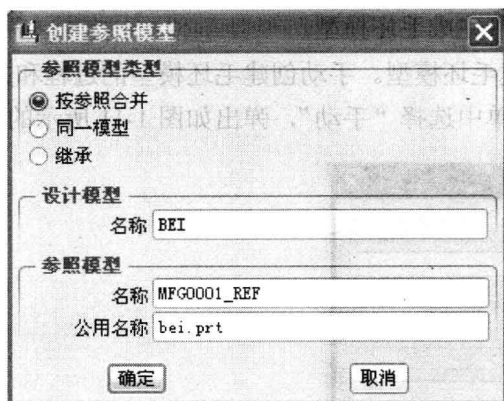

图 1-7 “创建参照模型”对话框
(4) 在“元素放置”对话框的“约束”区域中选择合适的装配类型（包括配对、对齐等）对参考零件进行定位。定位完毕，单击“确定”按钮，弹出“创建参照模型”对话框，如图 1-7 所示。